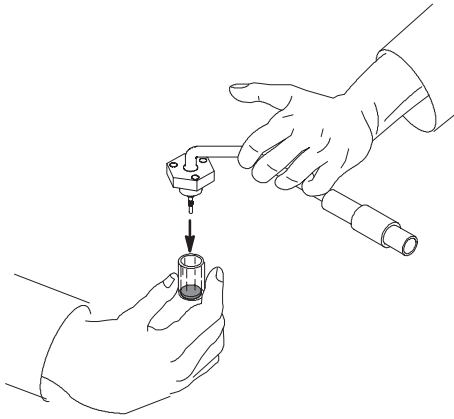

图 5 打开铷珠帽
- 4 将盖从电缆一边推下，打开新铷珠的盖（图 5），注意不要让铷珠碰到盖的壁。